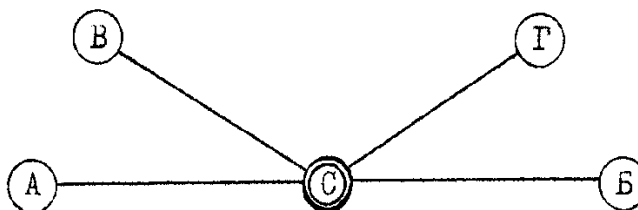

Рис. 1
2. Определить потребный парк грузовых вагонов для отделения дороги, схема которого показана на рис. 1.